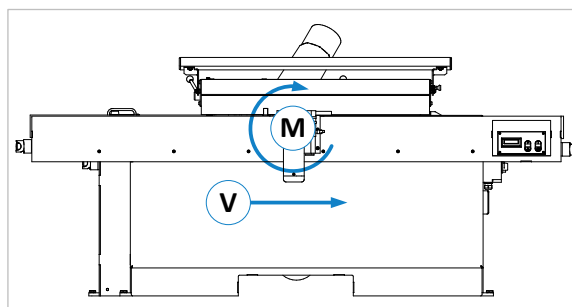

Abbildung 23: Dreh- und Laufrichtung
Wichtig: Überprüfen Sie auch korrekte Drehrichtung der Messerwelle (M) sowie die Laufrichtung des Vorschubs (V), siehe Pfeilrichtungen in ⇒ Abbildung 23.